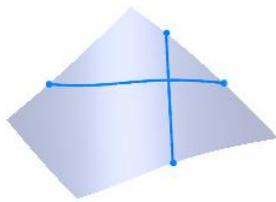

图 1.3.12 面部曲线
Step6. 单击 按钮，完成面部曲线的绘制，如图 1.3.12 所示。